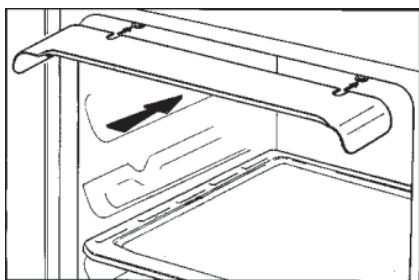

Рисунок 22
- Установите планку для защиты регулировочных ручек от потока горячего воздуха, как показано на рис. 22.
- Установите планку для защиты регулировочных ручек от потока горячего воздуха, как указано на рис. 22.